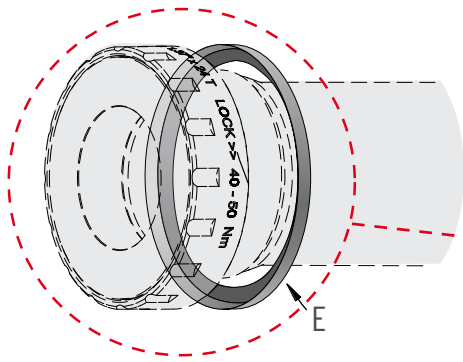

FIG. 1
EVO MAX (36X24 TPI ITA - 1,370X24 TPI BSC) (FIG. 1)
- Avvitare in battuta la calotta destra (A) nella scatola movimento (B), con coppia di chiusura di 45-50Nm (Fig. 1)
- Inserire i distanziali nella scatola movimento assicurandosi che l'anello compensatore (E) sia posizionato correttamente (Fig. 1) ed avvitare la calotta sinistra (C) con coppia di chiusura di 45-50Nm.